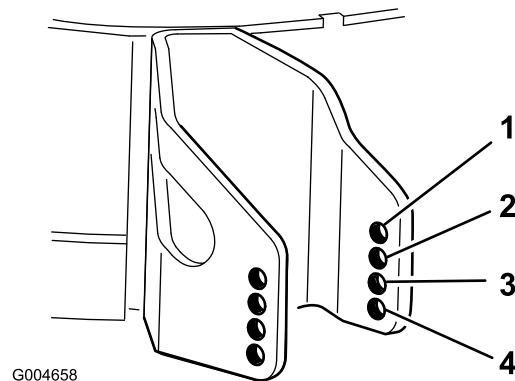

Figure 24
4. Choisissez le trou qui convient pour que le galet anti-scalp se trouve le plus près possible de la hauteur de coupe correspondante voulue (Figure 24).